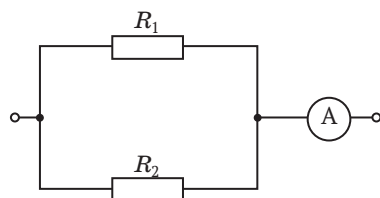

Fig. 1
2. În fig. 1 este reprezentată schema unei porțiuni a circuitului electric. Se știe, că rezistența R_1 constituie 100 Ohm, rezistența R_2 – 150 Ohm, indicația ampermetrului – 2,4 A. Determinați tensiunea pe această porțiune.